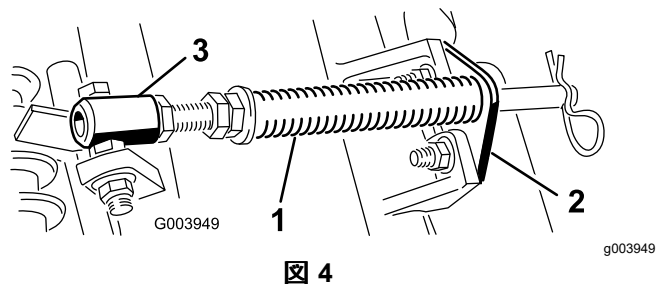

図 4
- A. カッティングユニットのタブにロッドブラケットを固定しているキャリッジボルト2本を外す 図 4。
- B. スプリングチューブボルトをキャリアフレームのタブに固定しているフランジナットを外して 図 4 アセンブリを取り外す。
注 ボルトは、図 4に示すように、頭部が外側にくるように取り付ける。